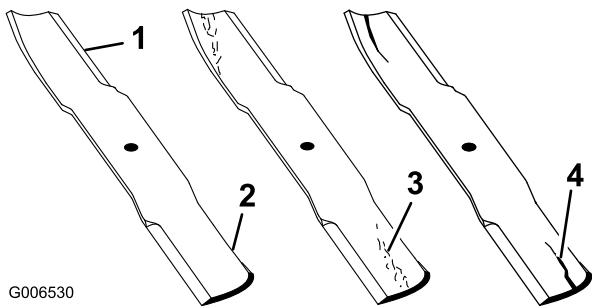

図 74
1. 刃先の部分を点検する(図74)。刃先部分が鋭利でなかったり、打ち傷がある場合には、ブレードを外して研磨する。「ブレードの研磨」を参照。
2. ブレードを点検、特に湾曲部(図74)をていねいに点検する。破損、磨耗、割れの発生などがあれば(図74)、直ちに新しいブレードに交換する。